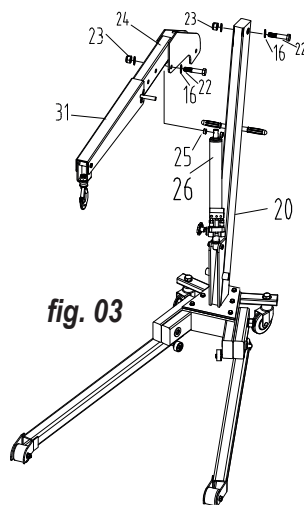

fig. 03
- Zie afbeelding 03: Gebruik de zelfaantrekende moer #23 en de bout #22 om pomp #26 te bevestigen.